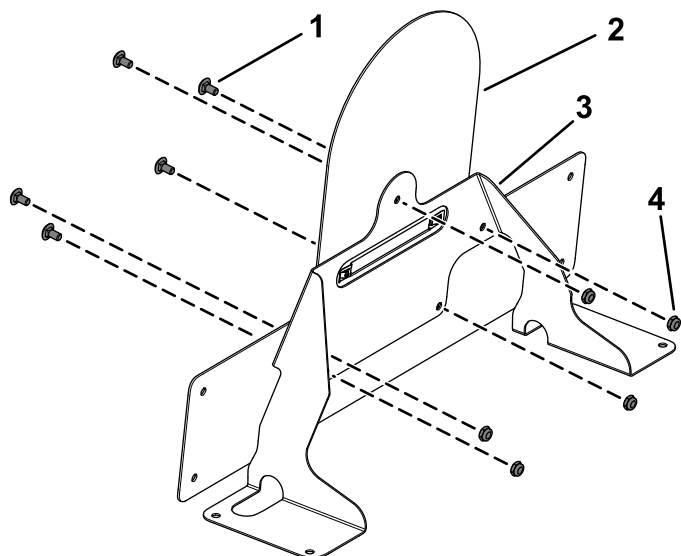

Figur 26
- Montera de två hastighetsmuttrarna på fästet för hastighetsplattan (Figur 26).